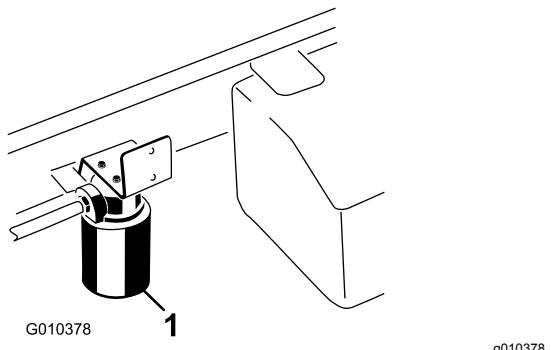

Figura 64
3. Coloque un recipiente debajo del filtro y retire el filtro (Figura 64).